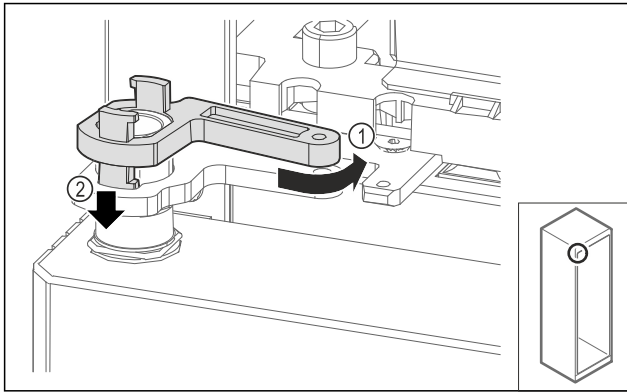

Fig. 71
- ▶ Vrid tillbaka lagerbockens låsning något Fig. 71 (1), tryck den nedåt Fig. 71 (2) och lås den i gångjärnsvinkeln.